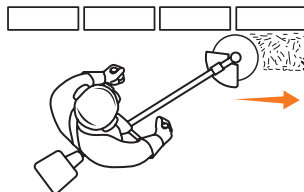

Рис. 13
- При кошении вдоль ограждений ведите триммер катушкой вперед левой стороной к ограждению, следите, чтобы нить не касалась ограждения (Рис. 13). Для удобства ведения вдоль ограждений, используйте дистанционные колеса.